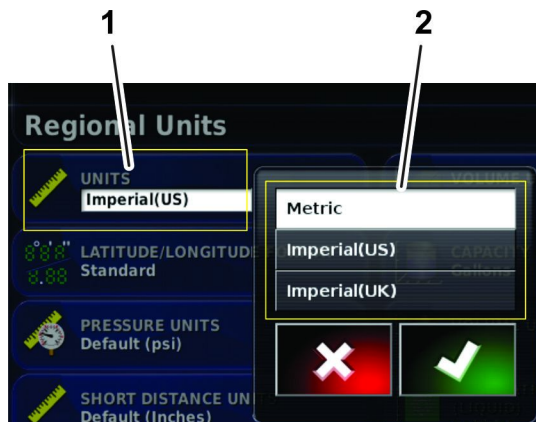

Рисунок 21
5. Выберите нужные единицы измерения и норму внесения и нажмите на значок подтверждения (Рисунок 21).